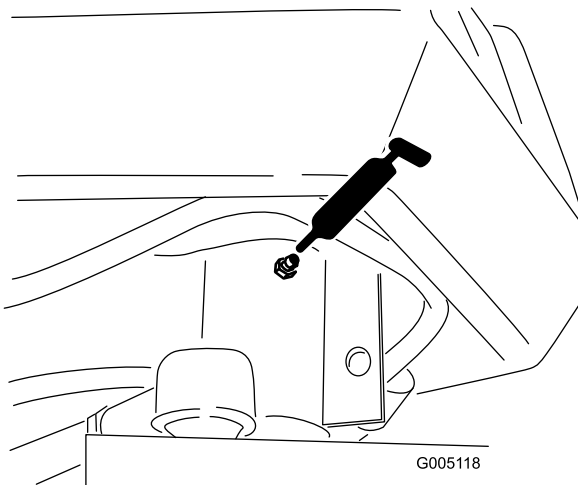

Figura 39
- Asse della forcella dello sterzo (1) (Figura 39)
- Estremità dell'asta (Figura 39)